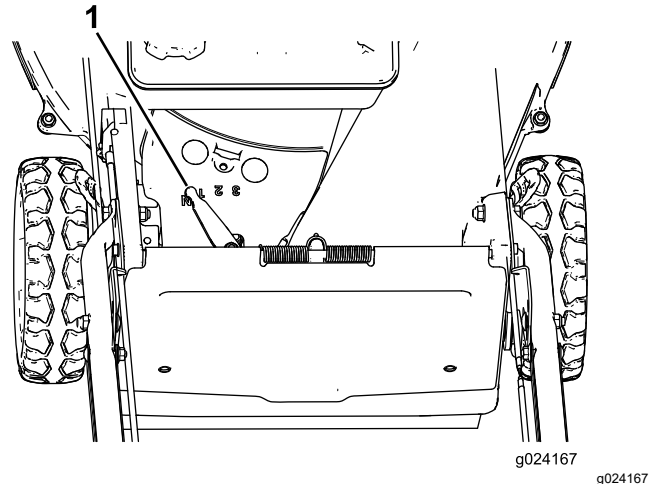

Figura 16
de ponto morto (N). A alavanca da transmissão autopropulsora encontra-se sob e atrás do depósito de combustível (Figura 16).